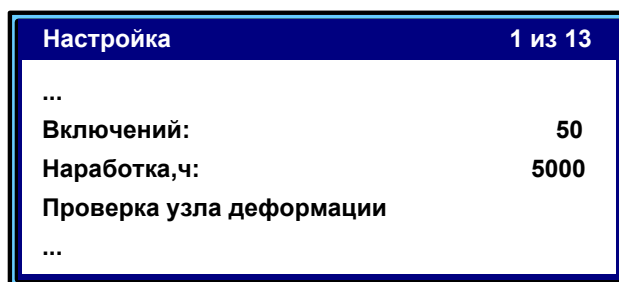

Рисунок 37 – Меню «Настройка»
4.10.12.1 В режиме ожидания нажать клавишу **«*»** и выбрать пункт меню **«Настройка»** (см. рисунок 37).